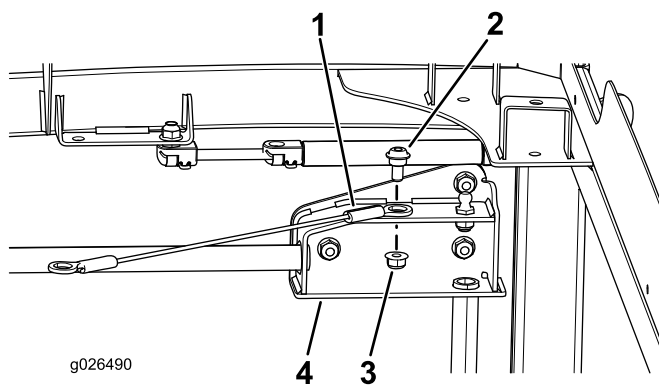

Figura 6
1. Montate il cordino sulla cerniera del telaio della porta con un bullone di spallamento (5/16 x 1/2 poll.) e un dado di bloccaggio (5/16 poll.), come illustrato in Figura 6.